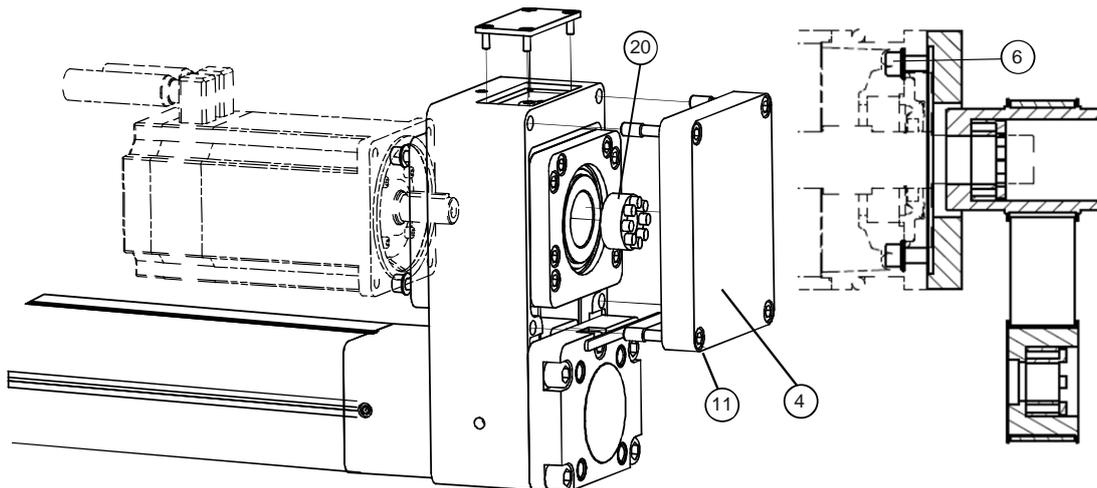
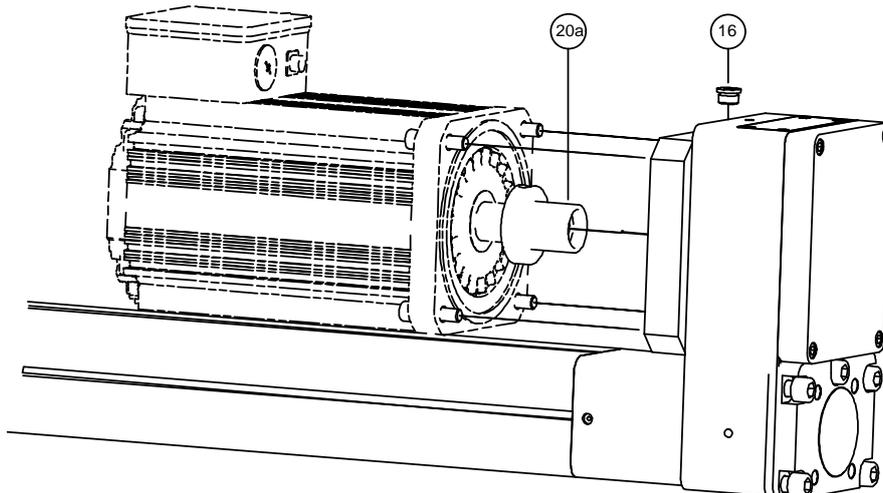
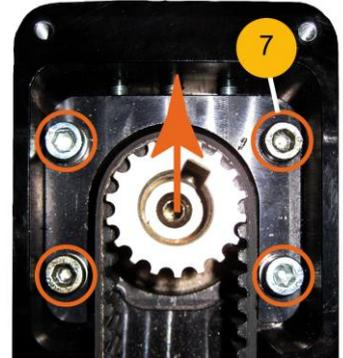
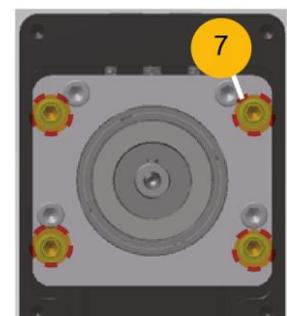

Abbildung 26: ETH1xx: Motor-Getriebemontage parallel
Abbildung 27: ETH1xx: Motor-Getriebemontage parallel mit K1M-Option
Abbildung 28: Schrauben zur Fixierung der Antriebseinheit ETH032...ETH080
Abbildung 29: Schrauben zur Fixierung der Antriebseinheit ETH100 & ETH125
- ◆ Deckel (siehe Abbildung 26 Pos.4) und Schrauben (siehe Abbildung 26 Pos.11) demontieren.
- ◆ Alle Spannschrauben der Spannbuchse (siehe Abbildung 26 Pos.20) lösen (ca. 3 mm).
bei K1M-Antriebsoption: Spannelement (siehe Abbildung 27 Pos.20a) über flanschseitige Montagebohrung lösen. Dazu zunächst die Verschlusschraube (siehe Abbildung 27 Pos.16) und anschließend die Druckschraube des Spannelements lösen.
- ◆ Befestigungsschrauben des Motors lösen (siehe Abbildung 26 Pos.6).
- ◆ Spannsatz (siehe Abbildung 26 Pos.20 & Abbildung 27 Pos.20a) entnehmen.
- ◆ Alle Spannschrauben der Spannbuchse (siehe Abbildung 26 Pos.20) lösen (ca. 3 mm) und Spannbuchse aus der Hohlwelle entfernen.
Bei K1M-Antrieboption: Spannelement (siehe Abbildung 27 Pos.20a) über flanschseitige Montagebohrung lösen, Spannelement nicht entfernen. Dazu zunächst die Verschlusschraube (siehe Abbildung 27 Pos.16) und anschließend die Druckschraube des Spannelements lösen.
bei K1M-Antrieboption: Spannelement (siehe Abbildung 27 Pos.20a) motorseitig in Hohlwelle einführen und bis an den äußeren Anschlag schieben. Spannelement so ausrichten das die Druckschraube über flanschseitige Montagebohrung angezogen werden kann.
- ◆ Spannbuchse (siehe Abbildung 26 Pos.20) in die Hohlwelle einlegen und bis an den inneren Anschlag schieben (nicht bei K1M-Antrieboption).
- ◆ Danach Spannschrauben der Spannbuchse (siehe Abbildung 26 Pos.20, siehe Abbildung 27 Pos.20a) stufenweise und gleichmäßig (in 3 Umläufen mit 1/3, 2/3 und dem ganzen Anzugsmoment) über Kreuz anziehen, bis das Schraubenanzugsmoment (siehe Tabelle 2) erreicht wird.
- ◆ Deckel (siehe Abbildung 26 Pos.4) und Schrauben (siehe Abbildung 26 Pos.11) montieren.
- ◆ Schrauben (siehe Abbildung 28 Pos.7) müssen angelegt sein (nicht angezogen), sodass sich die Antriebseinheit nach oben anheben lässt.
- ◆ 4 Schrauben (siehe Abbildung 28 Pos.7) mit angegebenem Drehmoment festdrehen (siehe Tabelle 3).
- ETH032...ETH080: siehe Abbildung 28, Pos 7
- ETH100 & ETH125; siehe Abbildung 29, Pos7
- ◆ Schrauben (siehe ETH032...ETH080: siehe Abbildung 28, Pos 7 ETH100 & ETH125; Siehe Abbildung 29, Pos7) müssen angelegt sein (nicht angezogen), sodass sich die Antriebeinheit nach oben anheben lässt.
- ◆ ETH100 & ETH125 Motor-/Getriebemontage: Nun muss der Motor / das Getriebe montiert (siehe Seite 39) werden. Hierbei müssen die Schrauben, Abbildung 29, Pos 7 weiterhin leicht gelöst bleiben. Nach der Motor-/Getriebemontage und vor dem stufenweisen End-Anziehen der Klemmbuchse (siehe Abbildung 26 Pos 20; Abbildung 27 Pos 20a) sind die vier Schrauben, siehe Abbildung 29 Pos7, vollständig anzuziehen (Schrauben-Anzugsmomente siehe Tabelle 3).
- ◆ ETH032...ETH080: Vollständiges Anziehen der vier Schrauben (Siehe Abbildung 28, Pos 7. Schrauben-Anzugsmomente und Tabelle 3.)